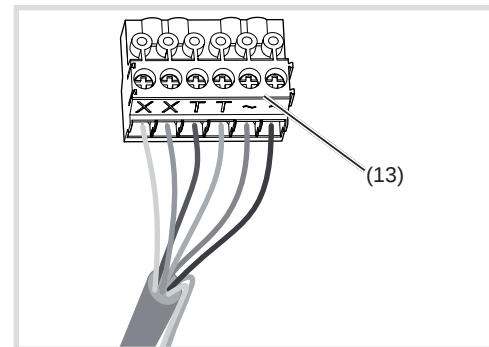

Figura 5: blocco di serraggio di collegamento cablato
- Tirare verso il basso il blocco di serraggio di collegamento (13) dell'apparecchio.
- Collegare la coppia di fili della linea bus a 2 fili ai morsetti **XX** del blocco di serraggio di collegamento (figura 5).
- Eventualmente collegare il cavo apriporta ai morsetti **TT** del blocco di serraggio di collegamento (figura 5 e 6).
● Per l'illuminazione fondo tasti di chiamata e il riscaldamento della telecamera di 12 V~, collegare la linea di alimentazione del trasformatore di rete ai morsetti **~** del blocco di serraggio di collegamento (figura 5 ... 7).